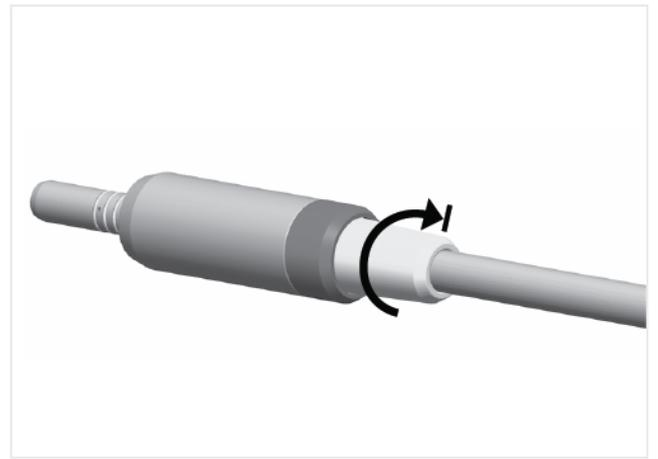

FIG. 3
4. En maintenant le moteur, visser complètement le manchon du tuyau sur le connecteur arrière du moteur (FIG. 3).